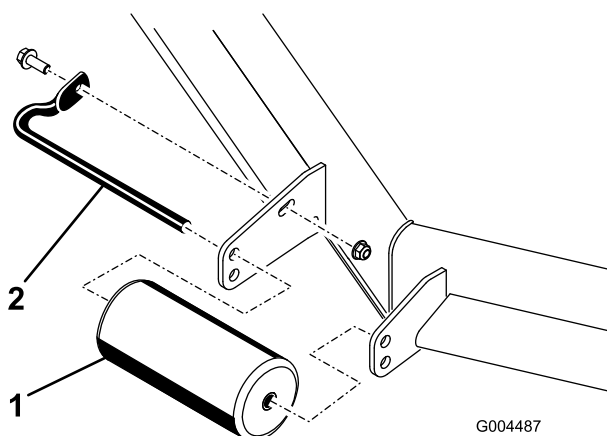

図 10
1. ローラの調整は、ローラシャフトをデッキブラケットに固定しているねじとナットを外して行います 図 10。